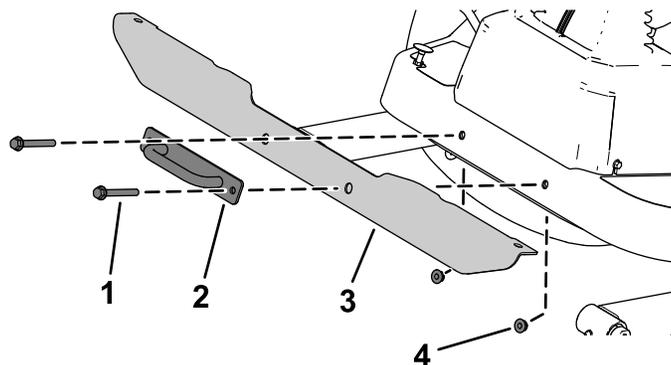

Figure 12
- 2. Fixez le support transversal d'éclairage sur la plate-forme à l'aide des boulons, des écrous et du support d'attache (Figure 12).